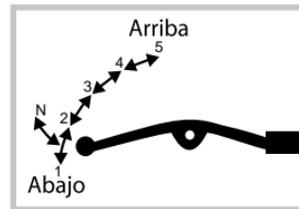

Imagen 17. Cambio de velocidades
4. Meter la primera velocidad oprimiendo el pedal de cambio de velocidades. *Ver imagen 17.*
9. Seguir el mismo proceso para meter el siguiente cambio de velocidad. *Ver imagen 17.*